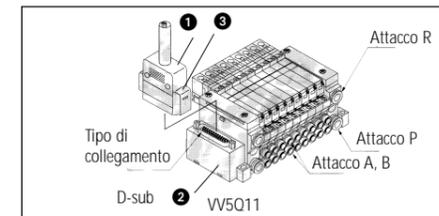

Fig. 6
Collegamento elettrico del connettore D-sub (Fig. 6)
Inserire il connettore (Fig. 6) nel corpo (Fig. 6).
Assicurarsi che il connettore si inserisca direttamente sui pin nel corpo. Stringere le due viti di ritengo (Fig. 6).
1. Allentare le due viti prigioniere (Fig. 6). Staccare il connettore (Fig. 6).